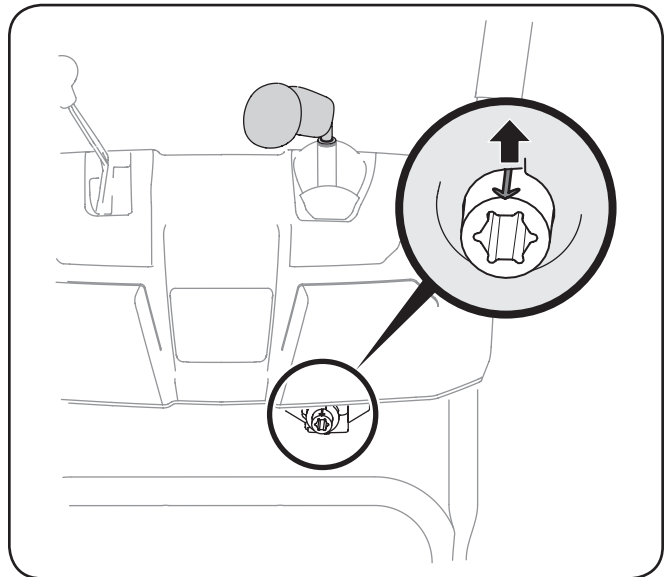

Figura 3-10
5. Gire la palanca de control hasta que la flecha indicadora plateada en el engranaje del piñón por debajo del panel de control señale hacia arriba. Vea la Figura 3-10.